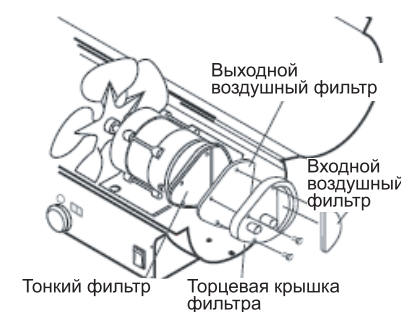

Рис. 15 – Обслуживание фильтров (для всех моделей, за исключением TK-100000)
- Снять верхний кожух и решетку вентилятора (см. пункт ВХОДНОЙ ВОЗДУШНЫЙ ФИЛЬТР, Рис. 15)